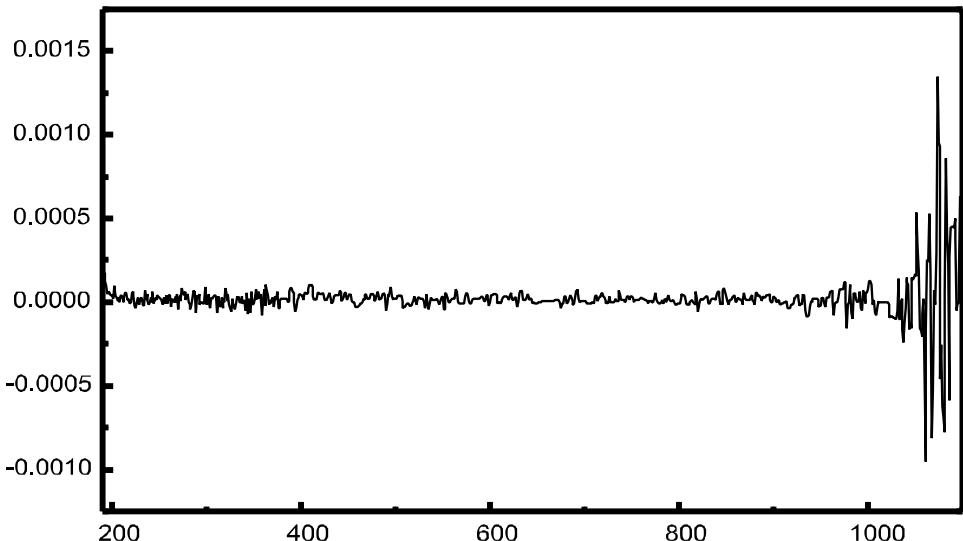
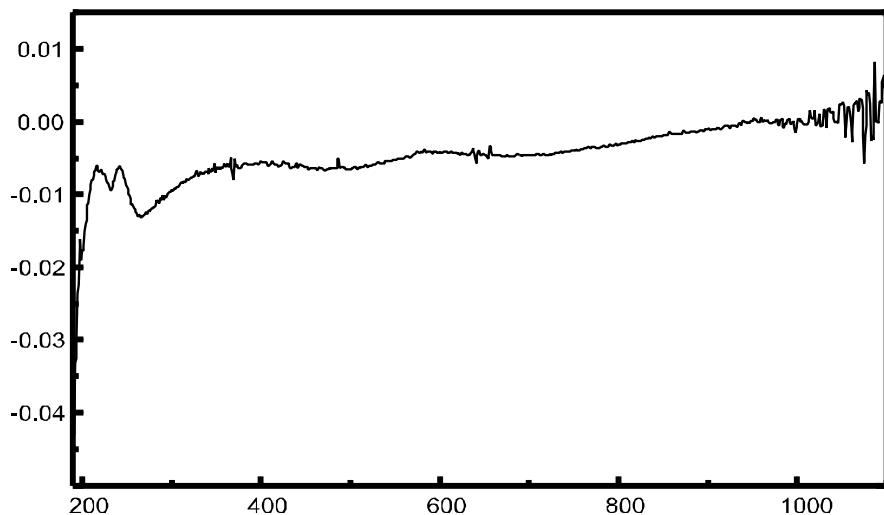

Abbildung 9 Beispiel einer Leerprobenmessung mit Wasser mit einer korrekten Grundlinie
Abbildung 10 Beispiel einer Leerprobenmessung mit Wasser mit Luftblasen, die zu einer schlechten Grundlinie führen
- ✓ Blindmessung weist eine flache Grundlinie auf (Abbildung 9 und Abbildung 10 auf Seite 52 zeigen eine korrekte und eine schlechte Grundlinie)
Wenn Ihre Leerprobenmessung oder Ihre Spektren Artefakte wie in Abbildung 10 aufweisen, schauen Sie unter "Lösungsmittel" auf Seite 46, um den Messvorgang zu optimieren.